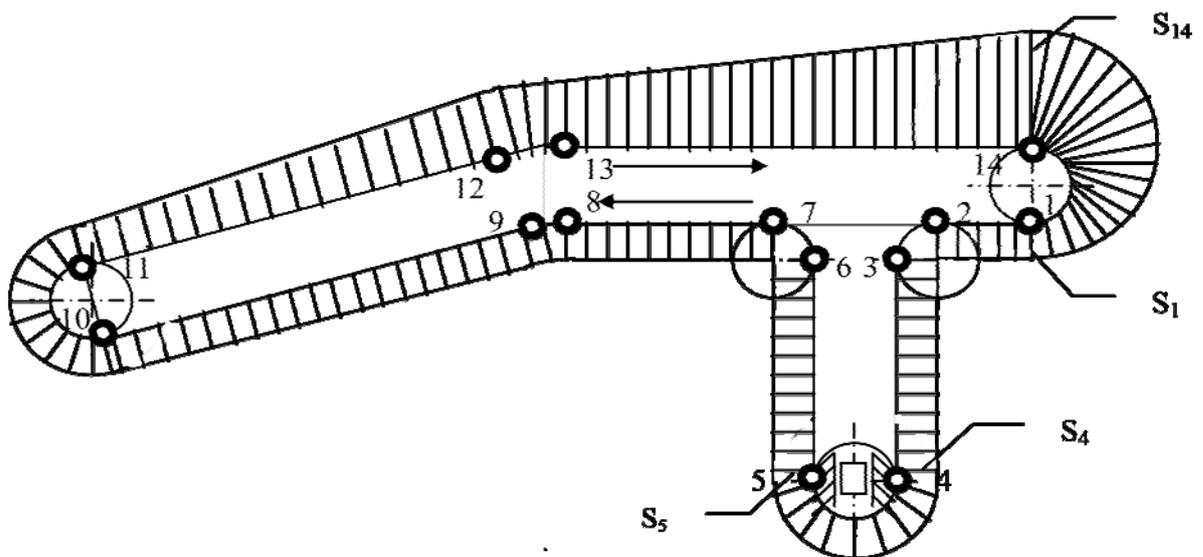

Рис.3
3. Составляем уравнения натяжений граничных точек контура и сводим их в таблицу (см. рис. 3).